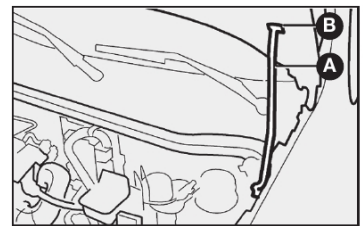

fig. 75
- 3) levantar o capô segurando-o pela parte central e, simultaneamente, soltar a vareta de suporte **A**-fig. 75 do seu dispositivo de travamento;
- 4) introduzir a extremidade da vareta na abertura **B**-fig. 75 do capô do motor.
- 1) manter levantado o capô com uma mão e, com a outra, tirar a vareta **A**-fig. 75 da abertura **B** e repô-la no seu dispositivo de bloqueio;